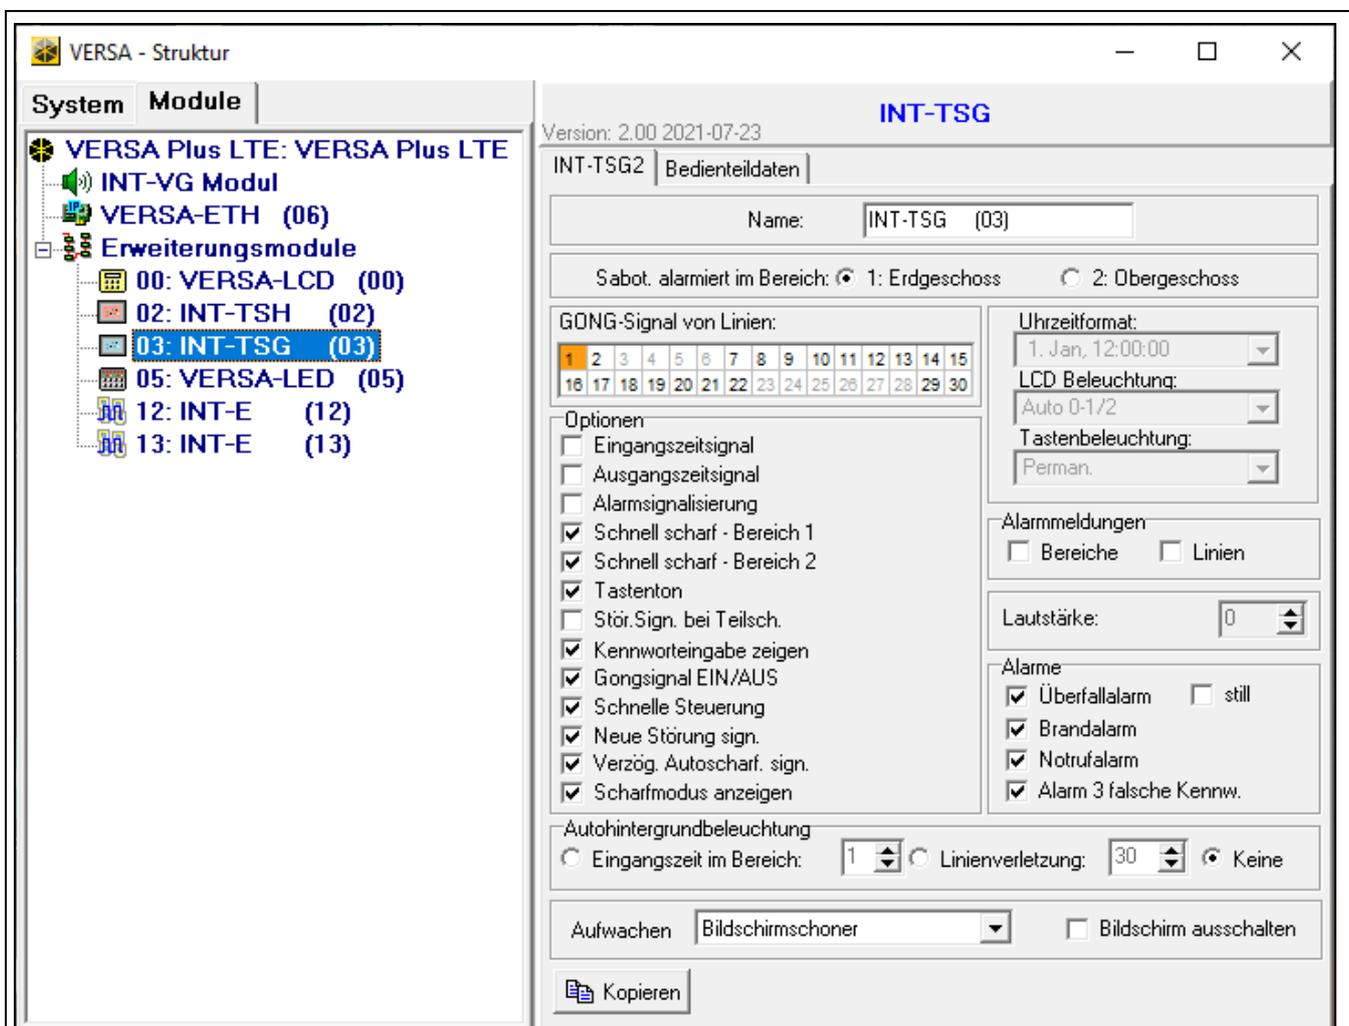

Abb. 24. Programm DLOADX: Bedienteil im VERSAs System – Registerkarte „INT-TSG2“ (Beispiel).
- über das Programm DLOADX: →Fenster „VERSA – Struktur“ →Registerkarte „Module“ →Zweig „Erweiterungsmodule“ →*[Bedienteilname]* (Abb. 24),